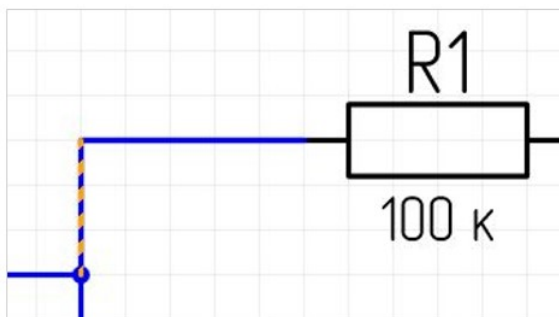

Рис. 74 Сегмент проводника
- Сегмент проводника – прямой отрезок линии электрической связи, см. Рис. 74.